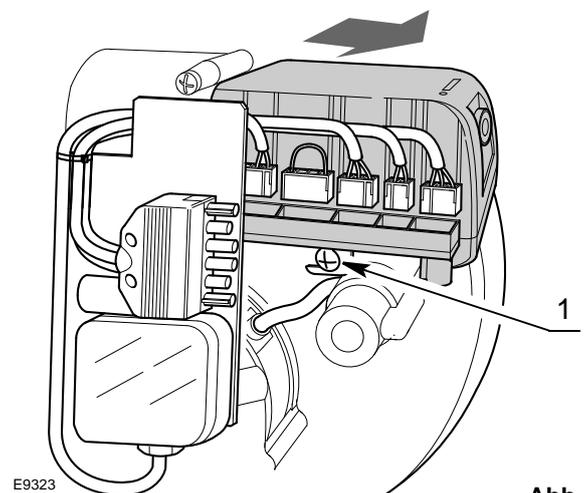

Abb. 19
- alle an ihm angeschlossenen Verbinder, den 6-poligen Stecker, die Hochspannungskabel und den Erdleiter (TB) abnehmen;
- die Schraube 1) (Abb. 19) abschrauben und das Steuergerät in Pfeilrichtung ziehen.
- die Schraube 1) (Abb. 19) mit einem Anzugsmoment von 1 ÷ 1,2 Nm anschrauben;